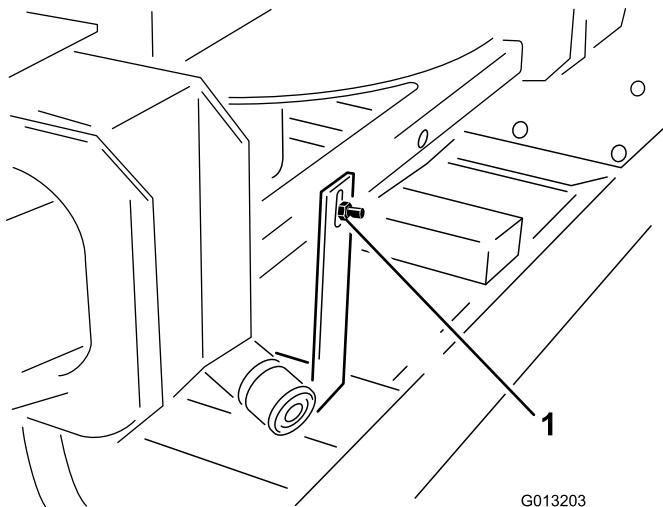

Figura 3
2. Na traseira do rotor duplo, retire o parafuso e porca que ligam o suporte de envio do dispositivo de elevação da máquina ao rotor duplo (Figura 3).